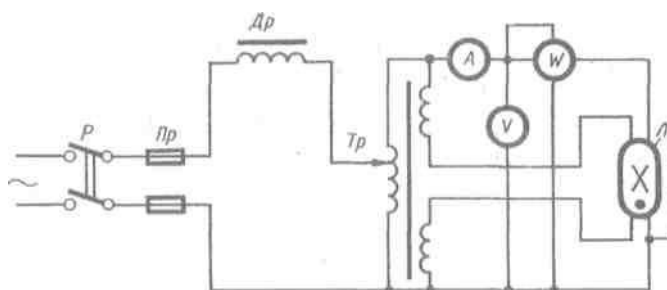

Рисунок 2 - Бесстартерная схема включения люминесцентной лампы с накальным трансформатором
2.4 Собрать схему бесстартерного включения люминесцентной лампы согласно рис. 2.
Бесстартерные пускорегулирующие устройства (см. рис.2) представляют собой накальные трансформаторы. При включении схемы в сеть электроды разогреваются при помощи накальных обмоток. С повышением температуры электродов снижается напряжение зажигания; разряд в лампе наступает, когда напряжение зажигания становится равным напряжению холостого хода (напряжению, приложенному к лампе).
Для проведения опыта бесстартерного пуска люминесцентной лампы собирают схему согласно рис. 2. До включения схемы в работу необходимо дать ее на проверку руководителю занятия. Получив разрешение на включение лампы в работу, включают схему и наблюдают за работой люминесцентной лампы, сравнивая ее работу при стартерном пуске по схеме, показанной на рис. 1 и 2, при бесстартерном пуске. Одновременно производят замеры тока, напряжения и мощности с помощью измерительных приборов; показания заносят в таблицу 1.